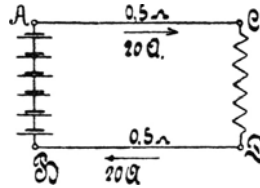

Fig. 6.
53. Text wie 51, nur ist  $e = 10$  [100] (200) V,  $J = 4$  [15] (40) A.
54. An den Klemmen A und B (Fig. 6) einer Batterie von hintereinander geschalteten Elementen herrscht eine Spannung von 65 [110] (220) V. Durch den Widerstand CD fließen 20 [30] (8) A. Welche Spannung besteht zwischen den Punkten C und D, wenn jeder der beiden Zuleitungsdrähte AC und BD 0,5 [0,3] (2)  $\Omega$  Widerstand besitzt?
55. Der Widerstand CD (Fig. 6) besteht aus einer Anzahl von Lampen, die insgesamt 15 [12] (8) A verbrauchen. Die Widerstände der Zuleitungen AC und BD betragen zusammen 0,2 [0,3] (0,5)  $\Omega$ . Welche Spannung herrscht zwischen C und D, wenn die Klemmenspannung der Stromquelle 67 [113,6] (120) V beträgt?
**56.** Fünf Bunsenelemente (Fig. 6) von je 1,8 [1,85] (1,78) V elektromotorischer Kraft und 0,2 [0,25] (0,15)  $\Omega$  innerem Widerstande sind hintereinander geschaltet. Der äußere Stromkreis besteht aus den beiden Zuleitungsdrähten AC und BD von je 0,08 [0,05] (0,09)  $\Omega$  und dem Nutzwiderstande CD (parallel geschaltete Glühlampen) von 3 [4,5] (2,5)  $\Omega$ .